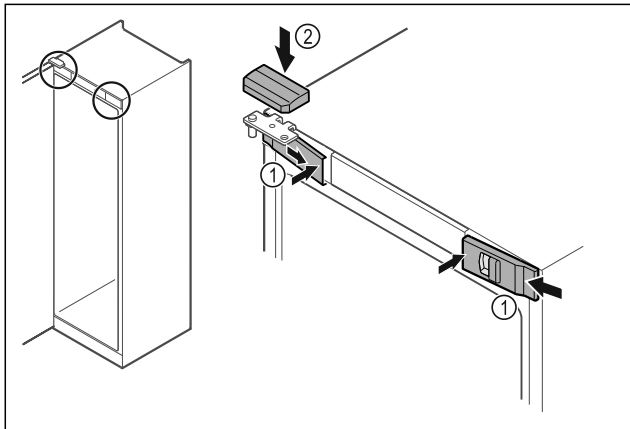

Fig. 51
- Obesite sprednje pokrove Fig. 51 (1) stransko in jih namestite v notranjosti, da se zaskočijo.
- Zgornji pokrov Fig. 51 (2) namestite z zgornje strani.